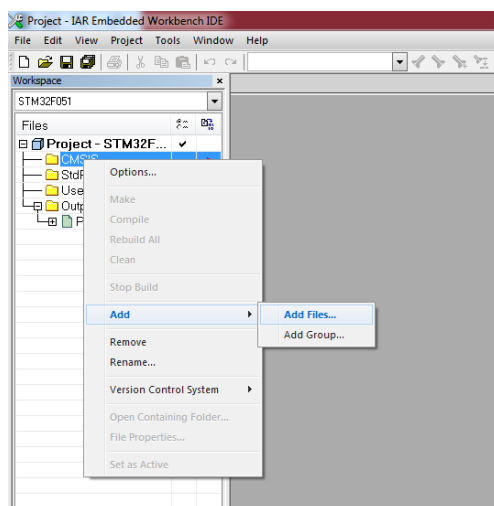

Рисунок 3.3 – Добавление файлов
11. Добавим в папку CMSIS файл «startup\_stm32f051.s» по адресу Libraries\CMSIS\Device\ST\STM32F0xx\Source\Templates\iar (startup\_stm32f051.s – файл, содержащий стартовые функции для микроконтроллера, написанные на языке ассемблер) (Рисунок 3.3).